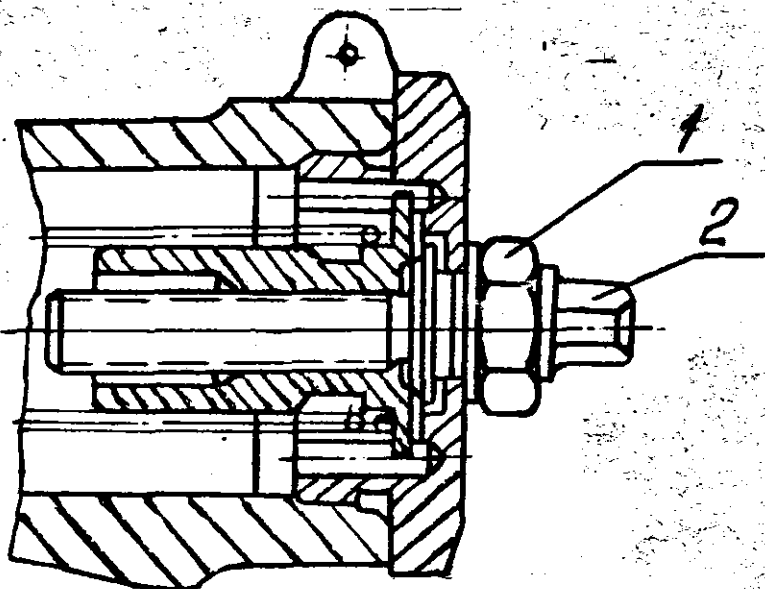

Рис. 21. Регулировочный винт редукционного клапана центробежного маслонасоса:
1. Снимите контровку с гайки 1 (рис.21) редукционного клапана.